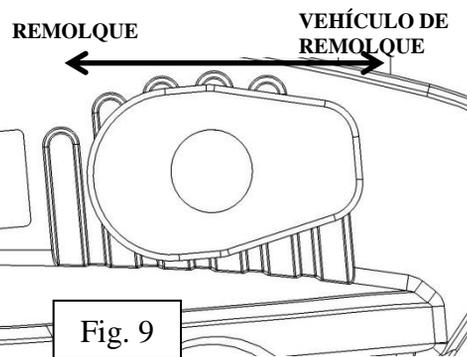

Fig. 9
- Establezca el ángulo del soporte de la esfera alineando la arandela dentada con las ranuras en el soporte de la esfera como se muestra en la Fig. 9.